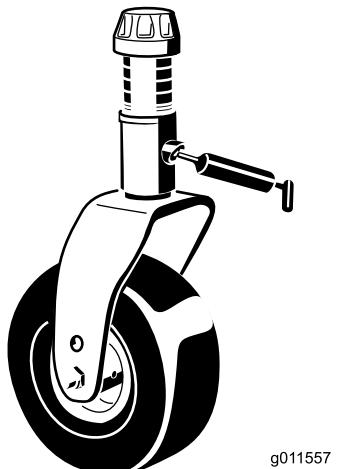

Figura 45
- Casquillo (1) del eje de la horquilla de las ruedas giratorias (Figura 45)
- Casquillos del pivote del brazo tensor (1) (situados en el brazo tensor)